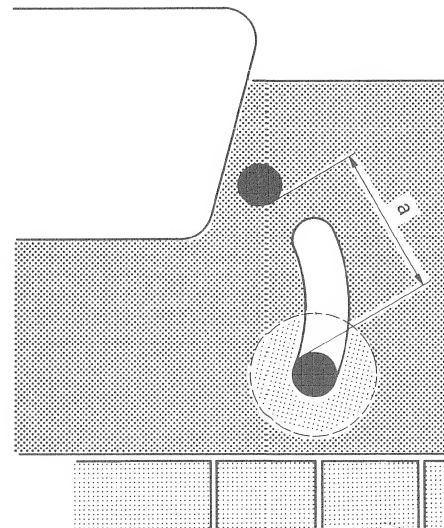

Fig. 4.1.-6
Die Gummi-Rolle muss vom Andruckarm entfernt werden. Den Andruckmagneten ⑥ von Hand betätigen. Zwischen Tonmotorachse und Andruckarmachse den Abstand a (Fig. 4.1.-6) messen. Der Abstand muss auf 15 mm (+0,4/-0 mm) eingestellt werden, mittels Distanzplättchen unter dem Andruckmagneten ⑥.